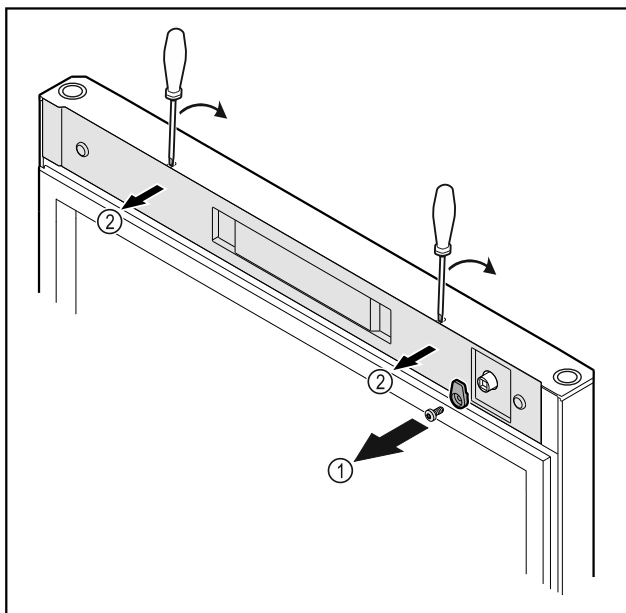

Fig. 19
- ▶ Sluithaak Fig. 19 (1) losschroeven.
- ▶ Afdekking Fig. 19 (1) met een kleine schroevendraaier losmaken en verwijderen.